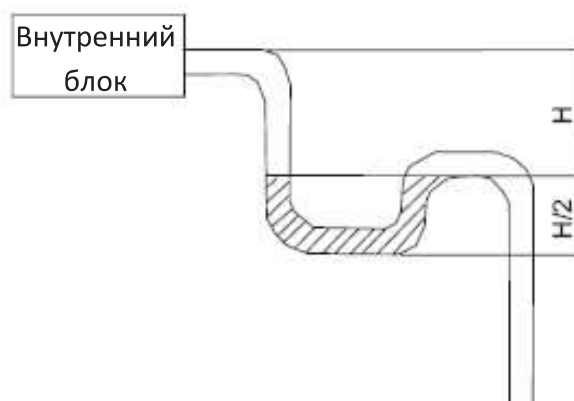

Рис. 13.3
13.14. При высоком расходе воздуха через внутренний блок в блоке может возникнуть разрежение. Чтобы избежать обратного движения жидкости, на дренажной трубе каждого внутреннего блока должна быть предусмотрена водяная петля — гидрозатвор (рис. 13.3).